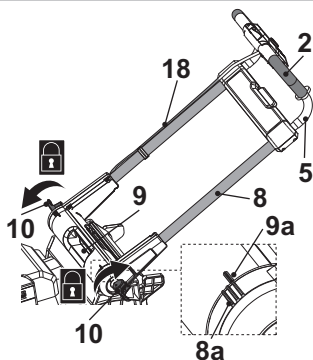

Fig. 2
3. Fixar o conjunto da pega dobrando a alavanca de pinça (10) em direcção à pega de transporte (9). Se a alavanca de pinça (10) não puder ser dobrada, solte-a e dobre-a novamente. Se estiver demasiado solta, aperte-a rodando a alavanca de pinça (10) no sentido dos ponteiros do relógio (Fig. 2).